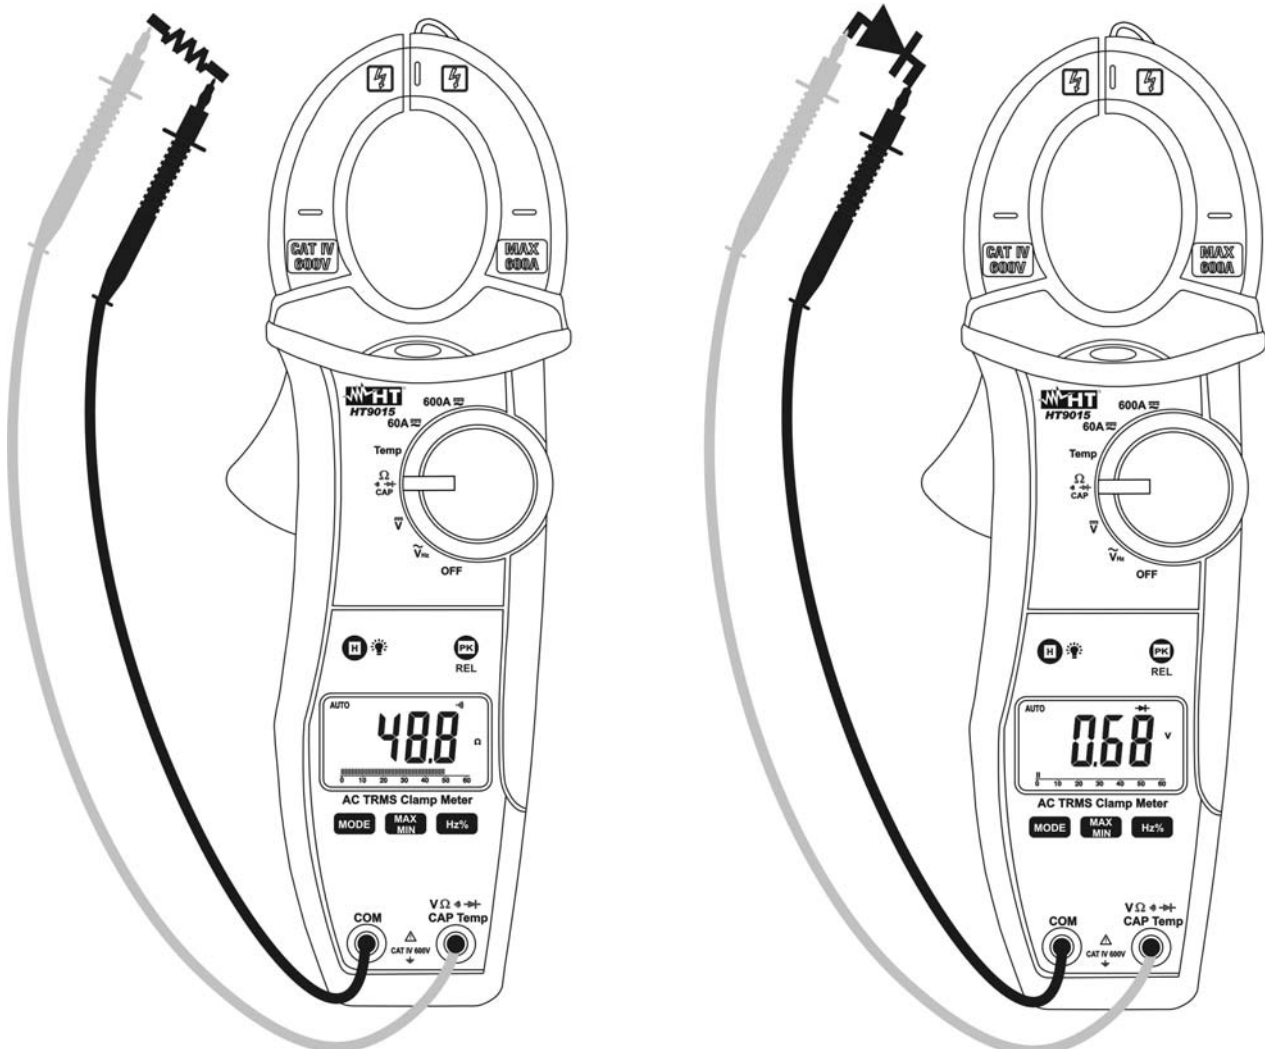

Abb. 6: Durchgangsprüfung und Diodentest
3. Verbinden Sie die Meßleitungen mit den Eingangsbuchsen. Die rote Meßleitungsbuchse mit der **V  $\Omega \rightarrow \text{CAP}$  Hz % Temp** Eingangsbuchse, die schwarze Meßleitungsbuchse mit der **COM** Eingangsbuchse, und verbinden Sie die Meßspitzen mit dem Messkreis (Abb.6 linke Seite). Der Meßwert wird angezeigt.